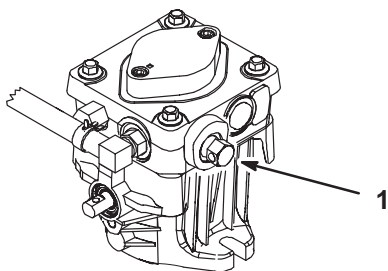

Figure 24
2. Tournez les vannes de dérivation d'un tour dans le sens anti-horaire pour pousser la machine. Cela permet au liquide hydraulique de contourner la pompe et aux roues de tourner (Fig. 24).
Vissez les vannes de dérivation pour utiliser la machine (Fig. 24).